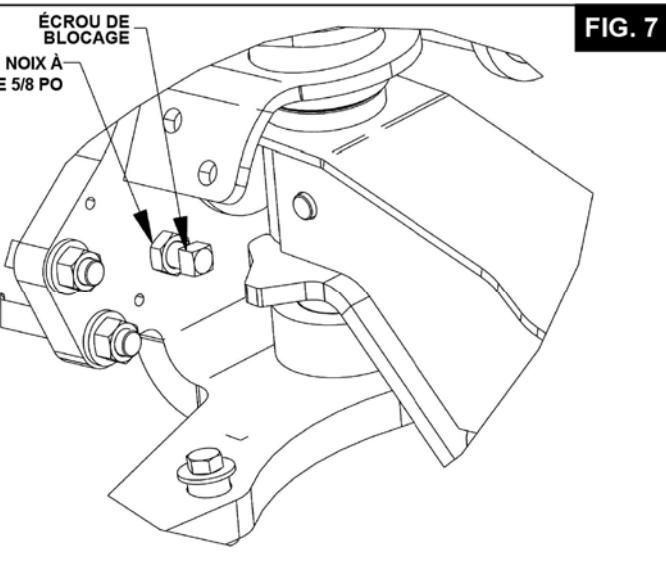

FIG. 7
10.1 La vis d'arrêt de direction est préréglée pour un angle de direction maximal disponible sans fond l'amortisseur de direction. Le rayon de direction peut être réduit pour éviter le contact des pneus avec d'autres parties du véhicule en desserrant l'écrou de blocage et en tournant la vis d'arrêt de direction (voir figure 7).